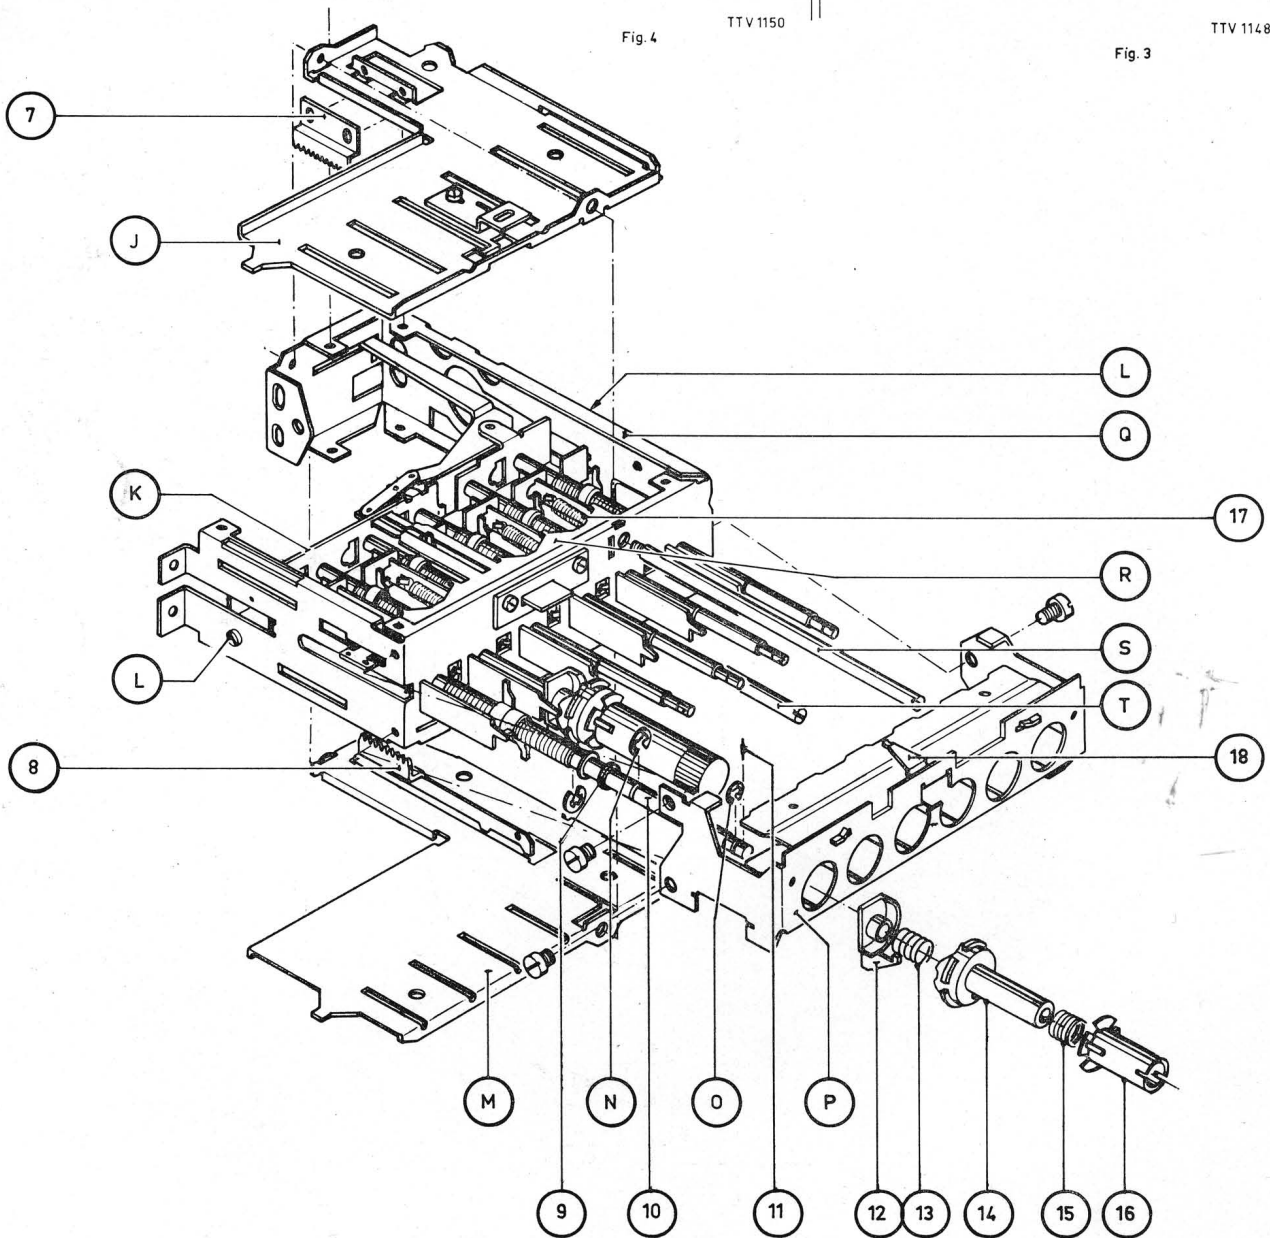

Fig. 2
- Verwijder de opsluitring N (fig. 2).